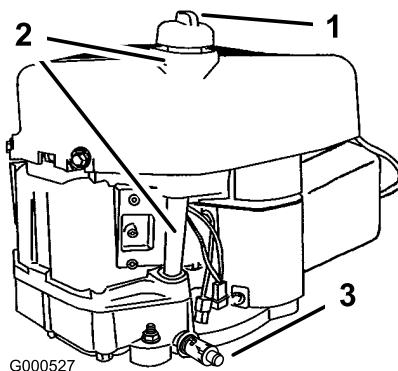

Figure 24
2. Nettoyez la surface autour de la jauge d'huile (Figure 24) pour éviter que des impuretés ne s'introduisent dans le goulot de remplissage, ce qui risquerait d'endommager le moteur.
- Nettoyez la surface autour du bouchon de la jauge de niveau d'huile et dévissez le bouchon (Figure 24).
- Versez avec précaution environ 80% de la quantité d'huile spécifiée dans le goulot de remplissage (Figure 24)